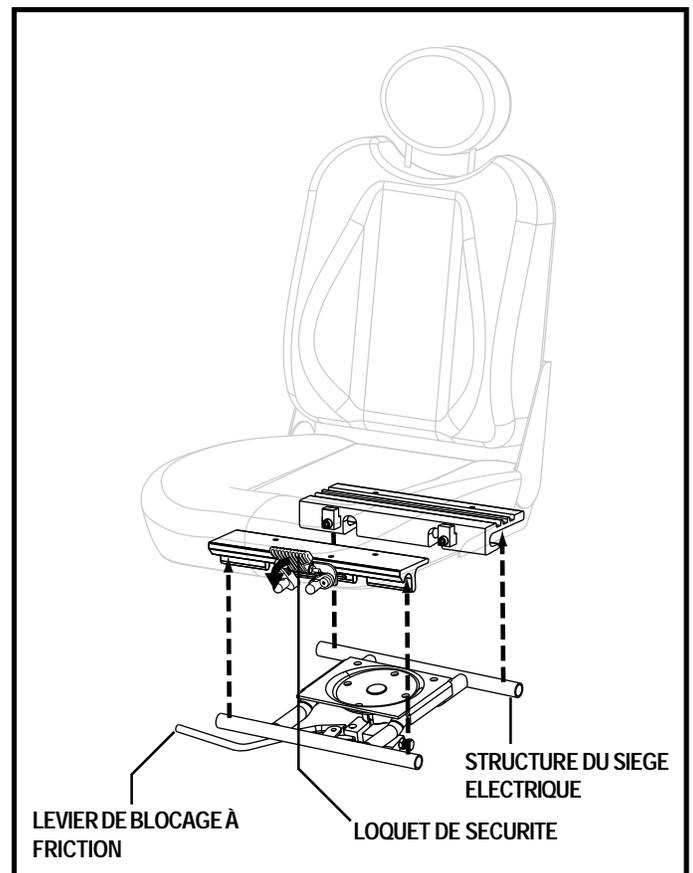

Figure 14. Installation du siège électrique
5. Basculez le loquet vers le bas. Voir la figure 14.